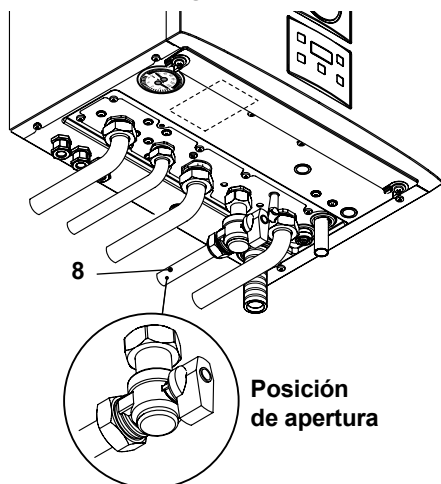

Figura 6.1
- Abra la llave 8 en la Figura 6.1 .